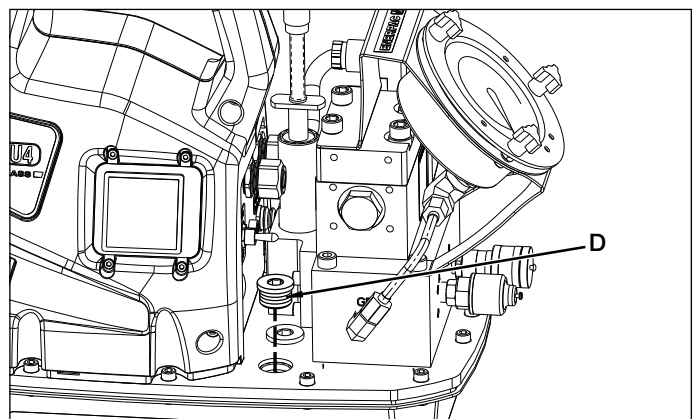
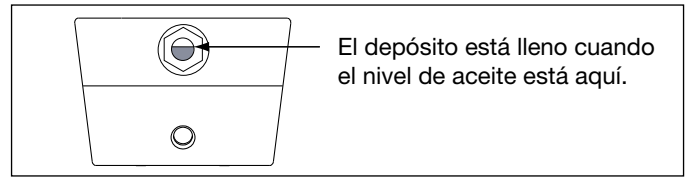

Figura 3, Tapón de llenado de aceite
Figura 5, Luz de aviso de nivel
Consultar la figura 3 para obtener las dimensiones de montaje para asegurar la bomba a una superficie fija.
Comprobar el nivel de aceite de la bomba antes de su puesta en marcha. Si fuera necesario, añadir aceite quitando el tapón SAE n.º 10 de la placa de la cubierta (véase Figura 3). El depósito está lleno cuando el nivel de aceite se encuentra en la posición que se muestra en la figura 5.
2. (-Q) Tipo de bomba para las llaves dinamométricas S y W de Enerpac y de otras marcas comerciales: Usar mangueras "Enerpac serie THQ-700 - 700 bar/10,000 psi máx." Los acopladores se deben polarizar según la figura 5 para lograr un correcto funcionamiento de la llave. Garantizar que los acopladores estén completamente colocados y ajustados antes de su funcionamiento. Un ajuste parcial de los acopladores no permitirá un funcionamiento adecuado de la llave.
6. Llenar el depósito con aceite hidráulico Enerpac nuevo. El depósito está lleno cuando el nivel de aceite está como muestra la figura 5.